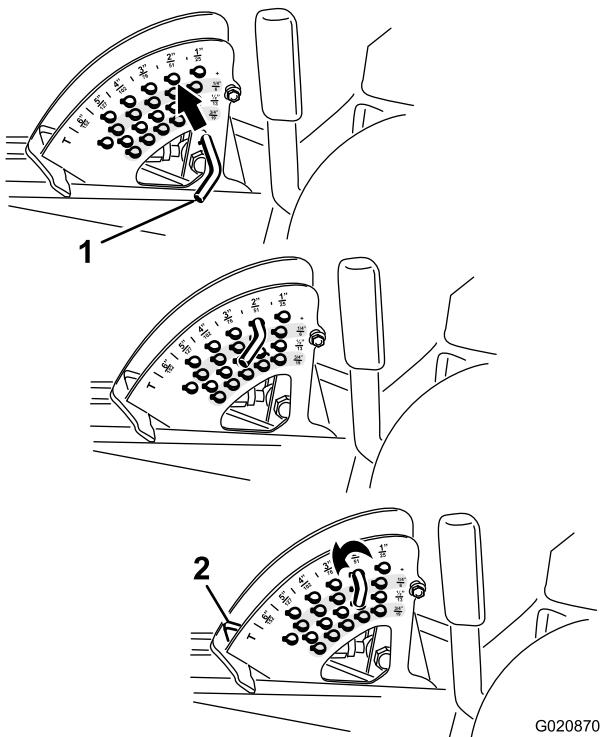

Figure 20
Remarque: Pour bloquer le plateau de coupe en position relevée, levez le plateau au-delà de la position 15 cm, retirez la goupille de butée de hauteur de coupe et placez-la à la position 15 cm (Figure 20).
2. Pour régler la hauteur de coupe, tournez la goupille de butée jusqu'à ce que la goupille cylindrique située à l'intérieur soit alignée sur les trous du support de hauteur de coupe et déposez-la (Figure 20).
3. Placez la goupille dans le trou du support correspondant à la hauteur de coupe voulue et tournez-la pour la verrouiller en place (Figure 20).
Remarque: Il y a 4 rangées de trous (Figure 20). La première rangée donne la hauteur de coupe indiquée au-dessus de la goupille. La deuxième rangée donne la hauteur indiquée plus 6 mm. La troisième rangée donne la hauteur indiquée plus 12 mm. La dernière rangée donne la hauteur indiquée plus 18 mm. Un seul trou, situé dans la deuxième rangée, correspond à la hauteur 15,2 cm. Il ajoute pas 6 mm à la hauteur de 15,2 cm.